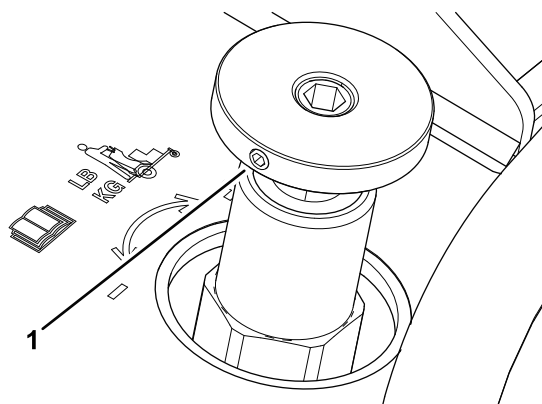

Figure 24
- Si la machine se soulève et que les roues ne touchent plus le sol, tournez le bouton de la commande de réglage du poids de l'utilisateur dans le sens antihoraire (Figure 24) pour abaisser la machine jusqu'à ce que les roues touchent le sol.